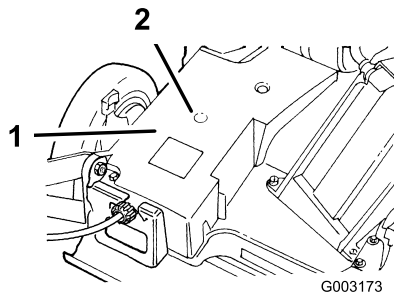

Figura 20
2. Limpie con un trapo limpio los puntos de engrase (Figura 20).
3. Conecte una pistola de engrasar en el punto de engrase a través del hueco de la cubierta de la correa (Figura 20).